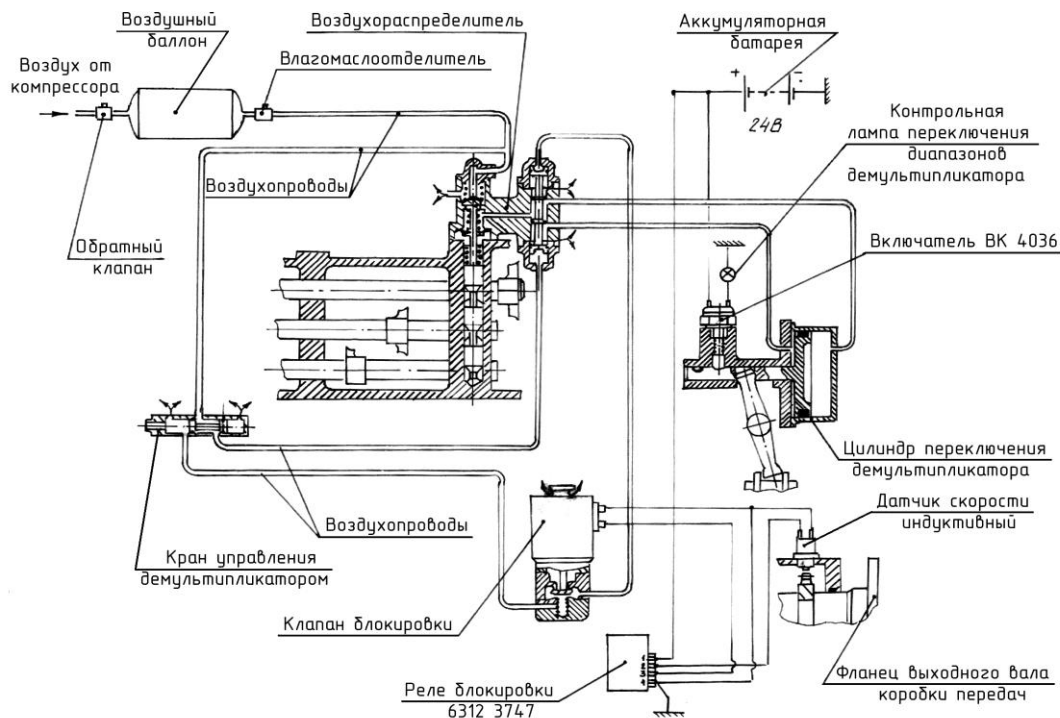

Рисунок 6. Схема электропневматического привода управления механизмом переключения диапазонов демультипликатора.
- подключить реле к электросистеме коробки передач и автомобиля (см. рисунок 6);